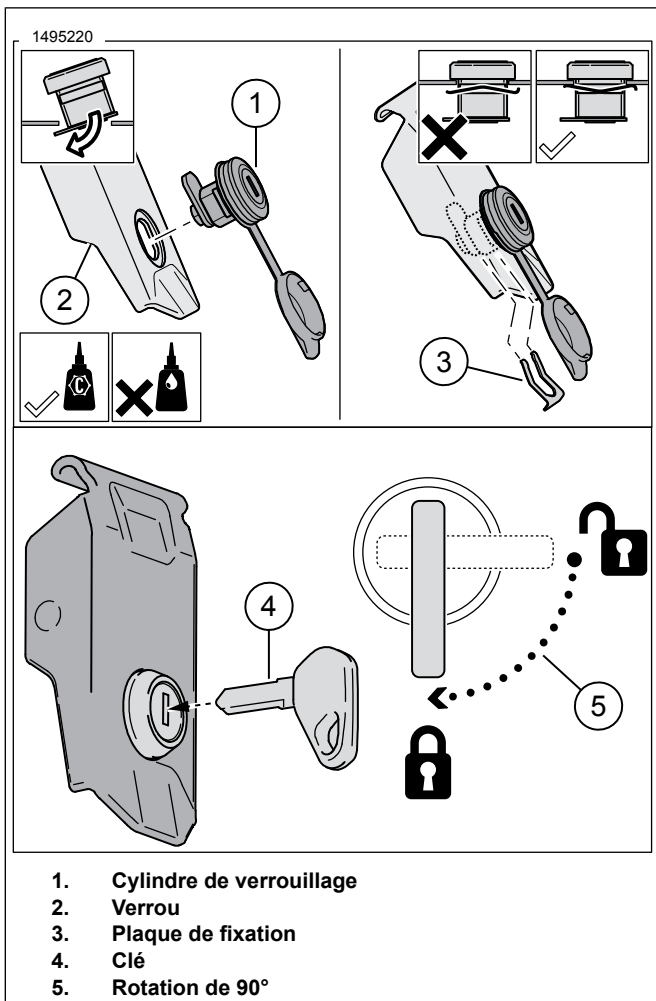

Figure 3. Insertion du cylindre de verrouillage
- Figure 3 Assurez-vous que l'onglet du cylindre de verrouillage est orienté vers le loquet.
1. Figure 3 Insérer les cylindres de verrouillage (1) dans les loquets (2).
2. Fixer les cylindres de verrouillage avec des plaques de serrage (3).
3. Insérer les clés (4) dans les cylindres de verrouillage.